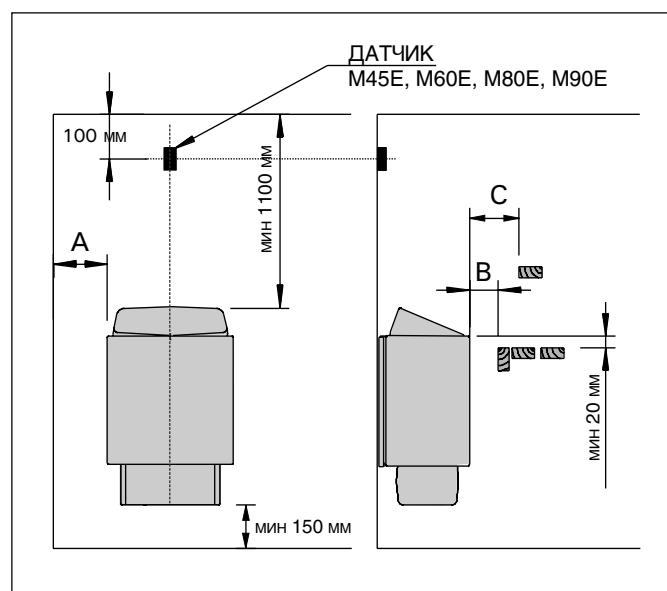
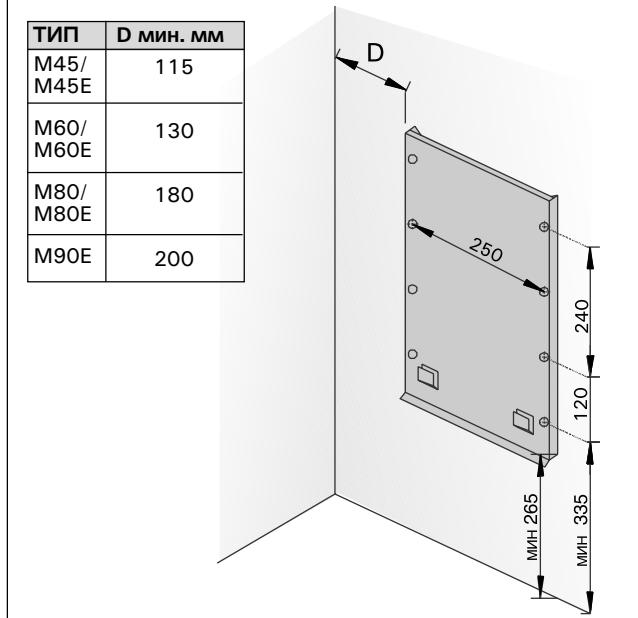

Рисунок 5.
Рисунок 8. Установка крепёжной рамы
- При расположении каменки выполняются условия минимальных расстояний, изображенных на рис. 5 и указанных в таблице 1.
1. С помощью прилагаемых шурупов прикрепите к стене монтажную раму, соблюдая минимальные расстояния, указанные в таблице 1 и на рис. 5. Установка рамы изображена на рис. 8.
При установке защитного ограждения вокруг каменки следует соблюдать расстояния, указанные на рис. 5 и в табл. 1.
Пульт управления устанавливается в сухом месте на высоте около 170 см. К пульту приложены более детальные инструкции по его креплению к стене. Датчик температуры устанавливается на стене сауны над каменкой на средней линии ширины каменки на расстоянии 100 мм от потолка. См. рис. 5.